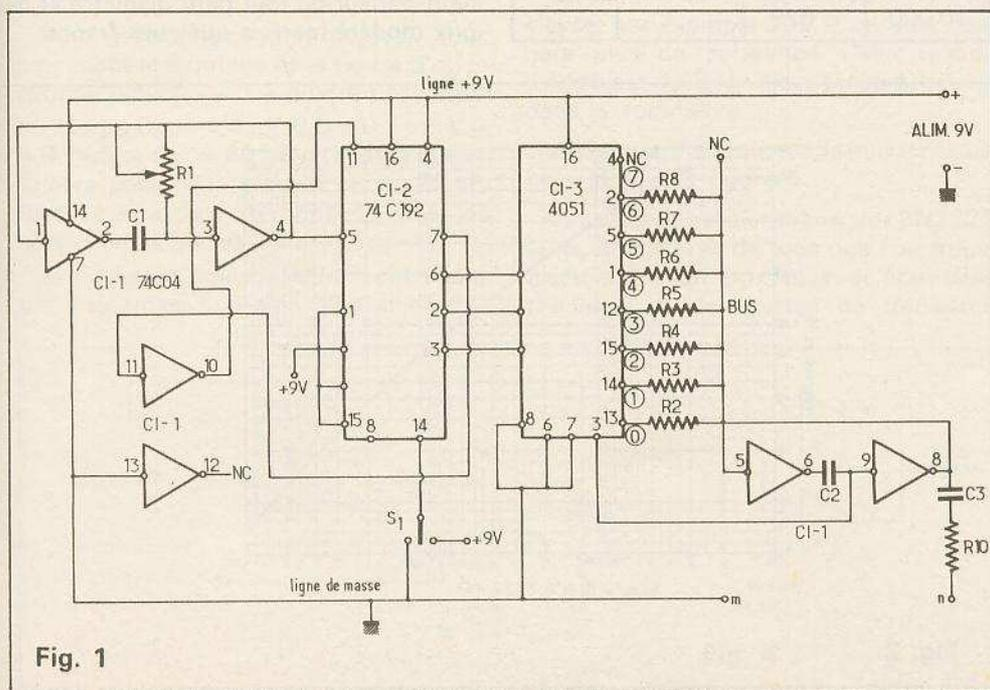

Fig. 1
Dans le montage proposé par F.M.MINS dans POPULAR ELECTRONICS de novembre 1979, tous les CI sont des C.MOS, montés conformément au schéma de la figure 1.
Les broches sont représentées par leurs numéros. Ne pas confondre les numéros des broches avec les huit sorties (0) (1) ... (7) du 4051 qui sont représentées par des numéros cerclés à droite sur la figure 1.